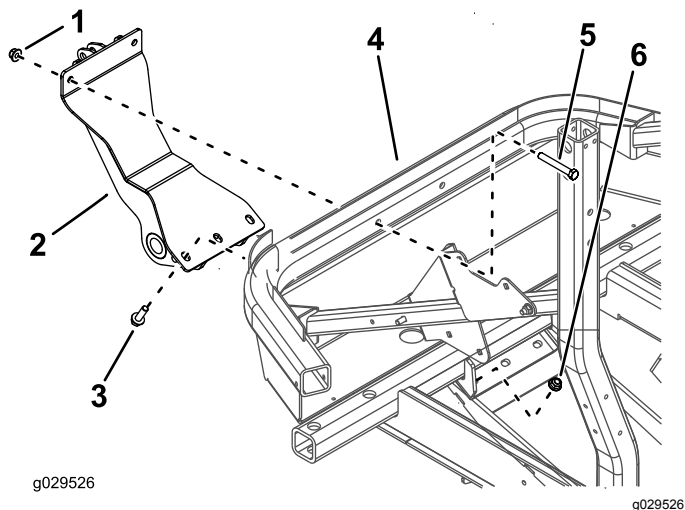

**Figura 1**
1. Retire los 3 pernos y las 3 tuercas del patín (Figura 1).